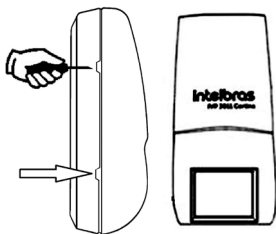

Figura 2
1. Con un destornillador fino, apriete las cerraduras de los lados sensor y retire la cubierta frontal (Figura 2);